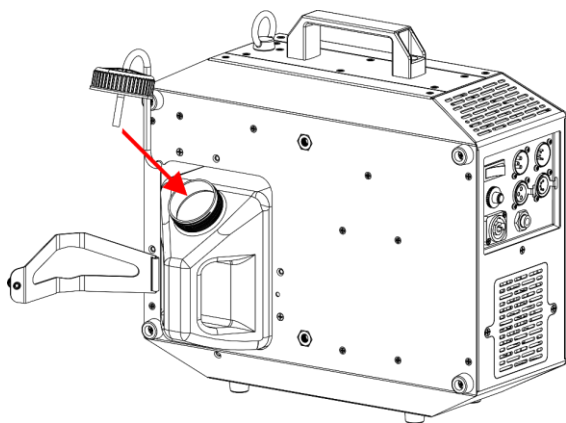

Abb. 22
- 17) Schrauben Sie den Deckel wieder auf den Flüssigkeitstank, wie in Abb. 22 gezeigt.